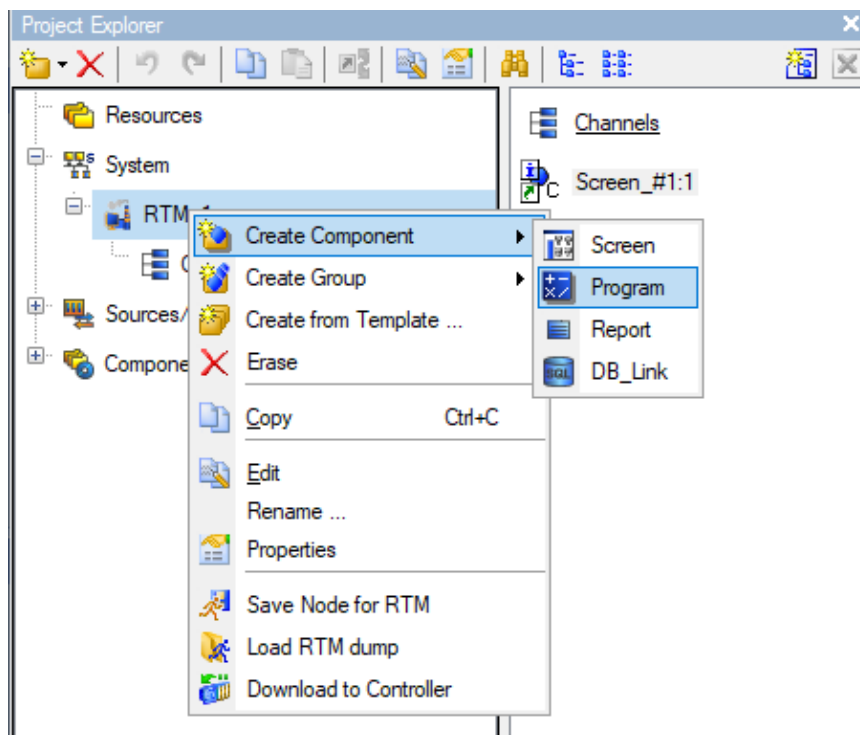

Рисунок 6 – Створення компоненти **Програма**
1.5 Створити SFC-діаграму. Виділити вузол **RTM_1** та ПК викликати контекстне меню, вибравши в ньому компоненту **Program** (Програма) (рис. 6).